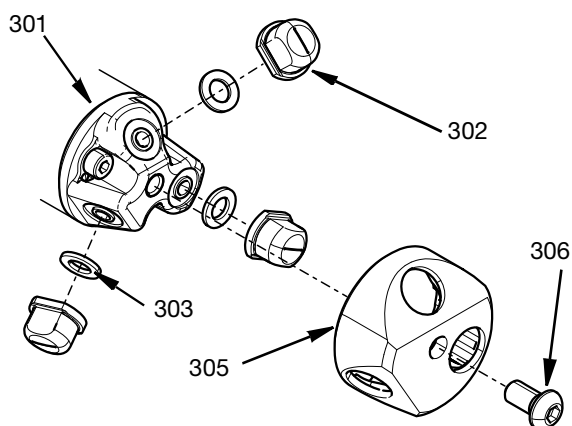

FIG. 4
1. Vložte tři těsnění (303) do odpovídajícího vybrání v hlavě trysky (301).
2. Trysky (302) musí být vloženy do krytky trysky (305). Dbejte, aby tryska zasunuta byla do krytky trysky správně natočená (pero).
3. Krytka trysky se zasunutými tryskami musí být řádně připevněna k hlavě trysky (301) pomocí šroubu M6 s šestihlannou hlavou (306) ve středu krytky. Dotáhněte na moment 29,2 in-lbs (3,3 N•m). Viz FIG. 4.